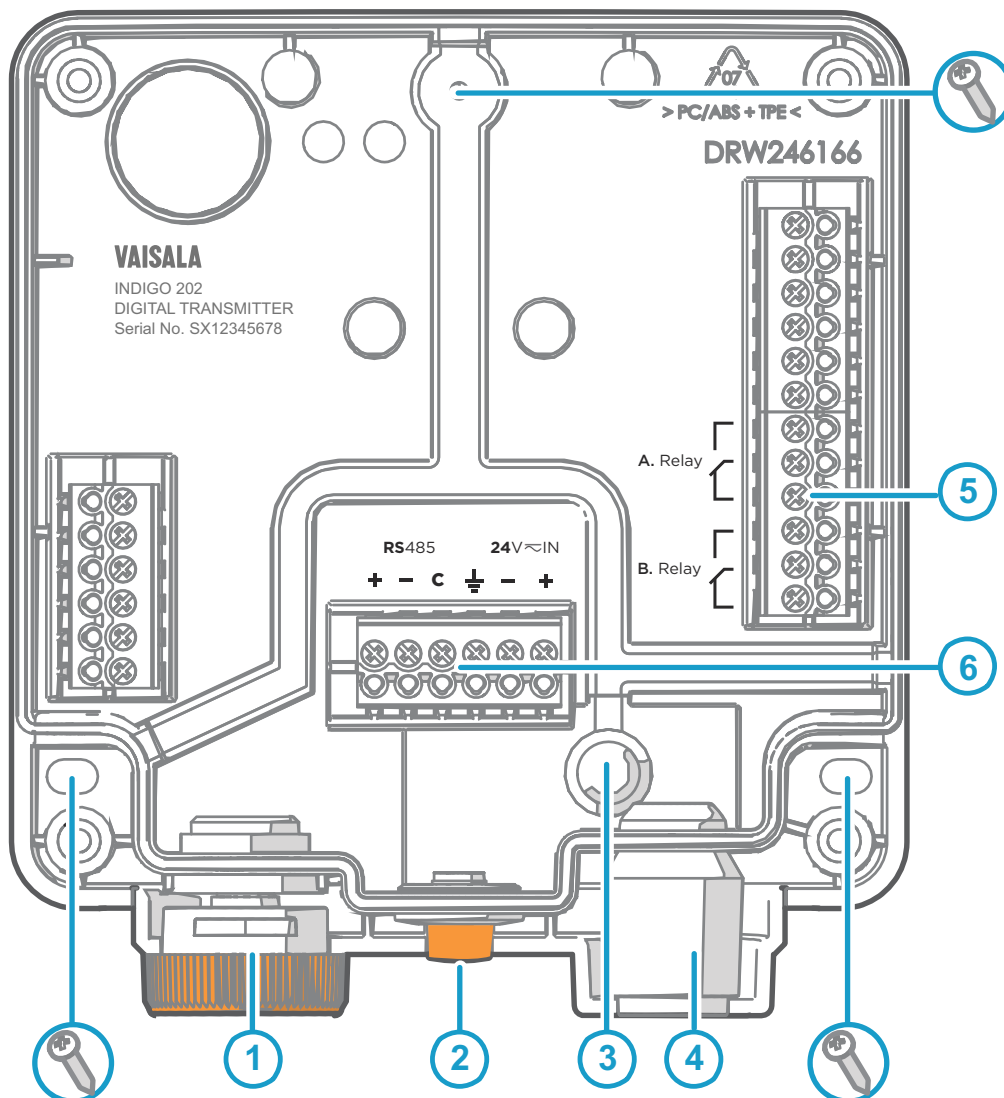

Figura 12 Piezas principales y posiciones de tornillos de la base del transmisor Indigo 202
4. Coloque la base del transmisor en la superficie de instalación y móntela con 3 tornillos. Consulte las posiciones del tornillo en Figura 12 \(página 20\).